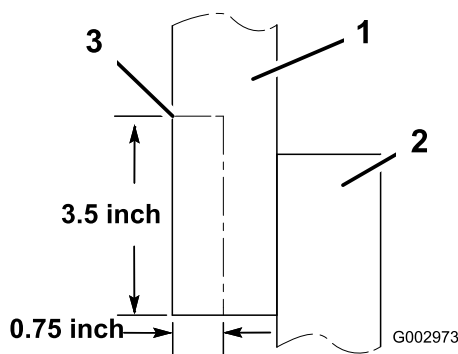

Figure 18
8. Si vous posséder un ancien modèle, vous devrez couper l'ensemble de maintien pour laisser de l'espace pour le flexible (Figure 18).